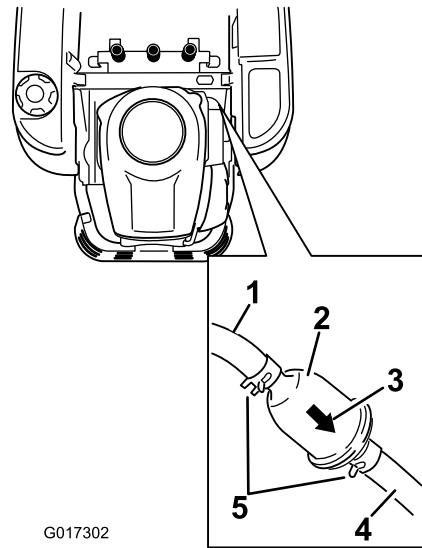

Figura 43
3. Localice el filtro de combustible en el lateral del motor (Figura 43).
4. Apriete los extremos de las abrazaderas y deslícelas por el tubo alejándolas del filtro (Figura 43).
7. Acerque las abrazaderas al filtro (Figura 43) para sujetar éste.